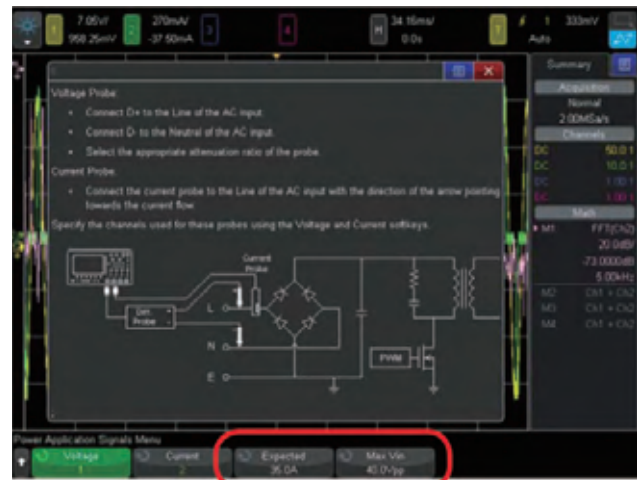

图 13: 设置“预期”浪涌电流和峰值线路电压,以进行单次浪涌电流测量。
4. 按下 **Signals** 功能键,然后使用 N2790A 电压探头连接示波器通道1输入以及线路(红色引线)与零线(黑色引线),如图 13 所示的连接图。如果使用 Agilent SMPS 培训套件,则将探头连接至演示板上的 **TP2** (红色引线)和 **TP1** (黑色引线)。